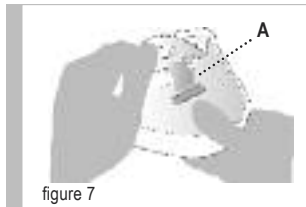

figure 7
**OREILLETES - Enlèvement du revêtement en tissu** - voir figure 7